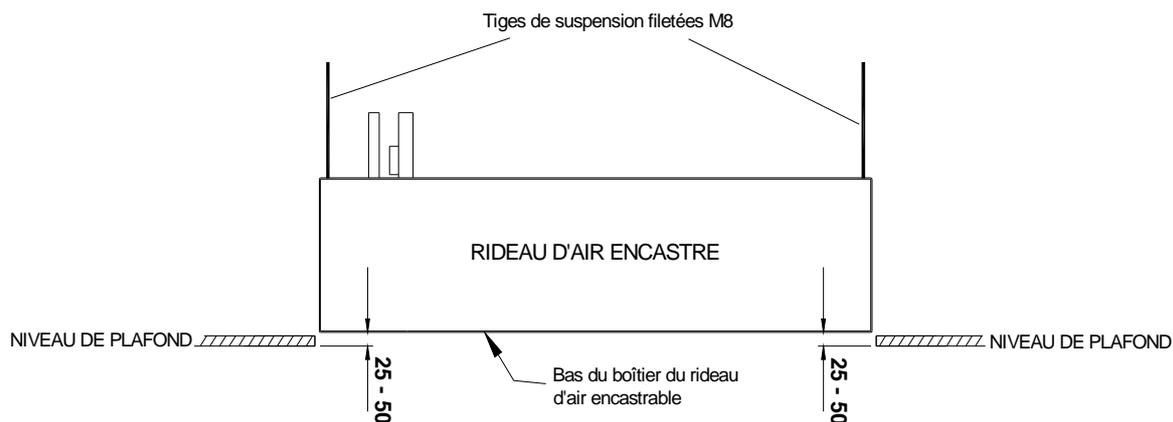

Fig. 4
Étape 4 Ajuster la hauteur de l'unité sur ses tiges suspendues de telle sorte que la surface inférieure du boîtier se trouve entre 25 et 50 mm à l'intérieur du plafond, comme illustré en Fig. 4. S'assurer que l'unité soit à niveau.